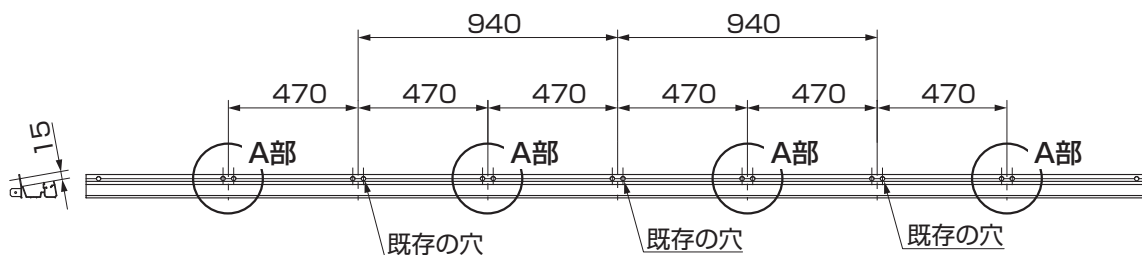
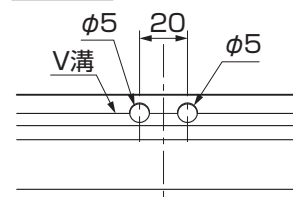

図2-1
図2-2 A部詳細図
①図2-1、図2-2を参考に垂木掛けのV溝に穴加工を追加してください。(図2-2参照)
●図2-1は間口2間用です。間口サイズによって穴の加工数は異なります。